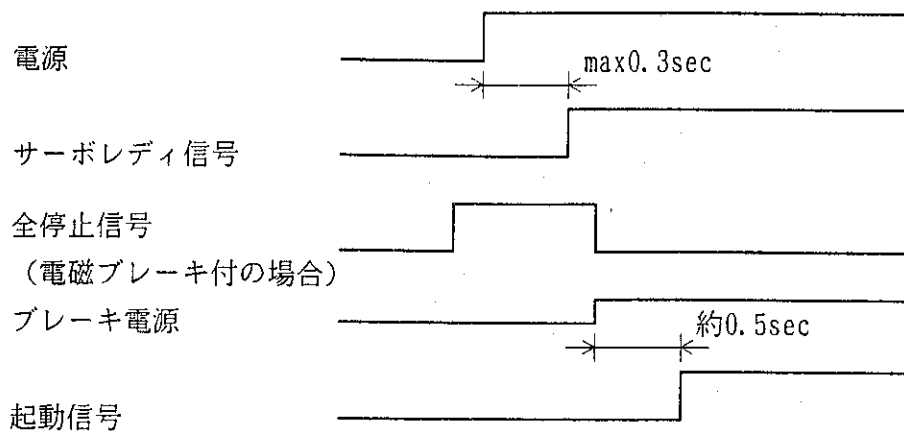
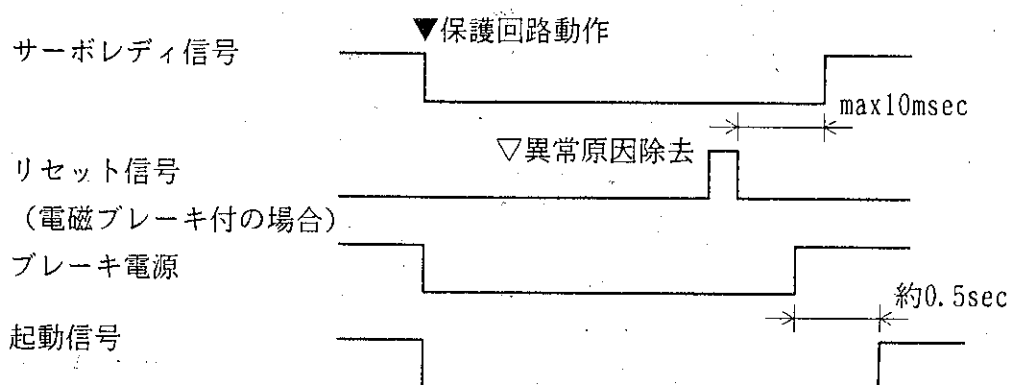

図4-7 電源投入時タイミングチャート
図4-8 異常発生時タイミングチャート
②図4-7、図4-8 に電源投入時および異常時のタイミングチャートを示します。